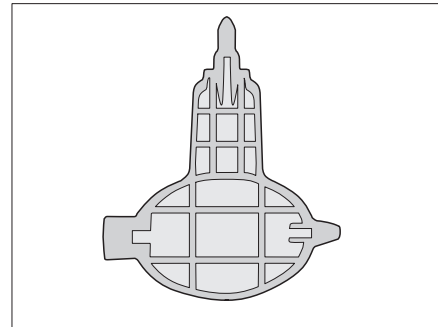

Fig. 341 Chiave per il sifone (solo modello Alpa)
- ▷ Per il modello Alpa è disponibile una chiave (Fig. 341) per sbloccare il sifone.